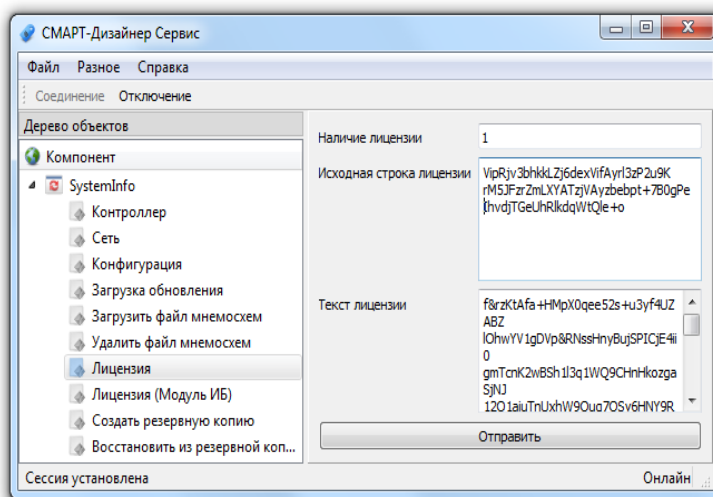

Рисунок 5. Лицензирование ППО «СМАРТ-КП2»
3. Полученный ключ лицензии вставить в соответствующее поле (см. Рисунок 5).